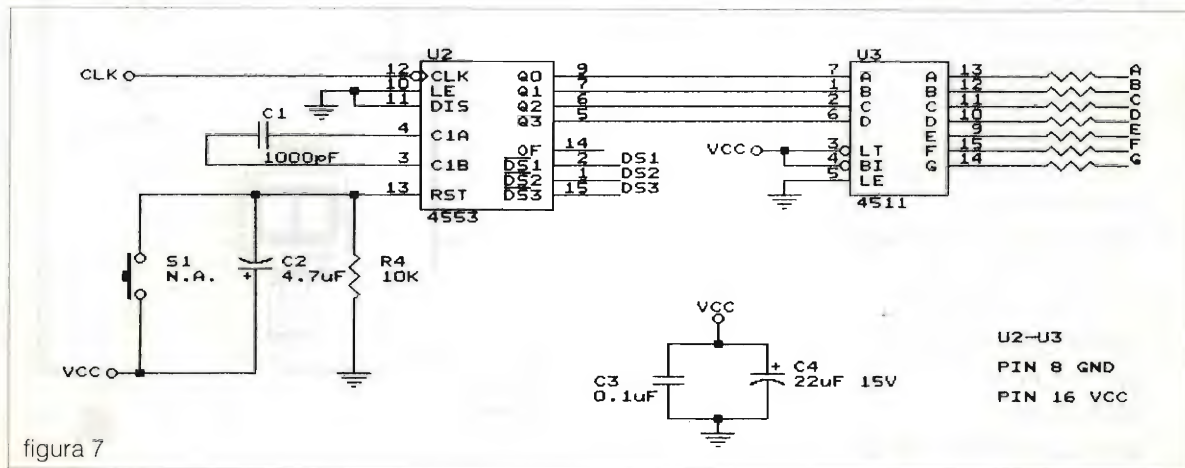

figura 7
In figura 7 è illustrata la prima parte del circuito digitale.
- Per quanto riguarda la rete di bay-pass normalmente presenta sui pin di alimentazione degli integrati digitali con OrCAD è necessario disegnarli in calce al disegno come nel caso di figura 7 dove C3 e C4 sono fisicamente collegati tra il pin 16 dell'IC 4553 e massa.
In figura 7 si può notare che il segnale di clock è stato indicato come il pin di alimentazione ciò è possibile utilizzando le seguenti istruzioni: